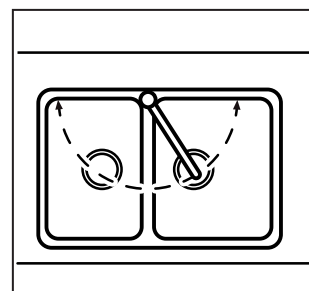

Bild 3
1. Skruva bort låsskruven och dra bort pipen. **Bild 3B1**
2. Skär eller klipp bort önskat antal segment av plastringen. Varje borttaget segment minskar svängradien med 15 grader. **Bild 3B2**
3. Trä på den klippta ringen i spåret på utloppspipen. **Bild 3B3**
4. Sätt tillbaka pipen och se till att urtaget i plastringen ligger mitt för hålet för låsskruven. Tryck ner pipen och samtidigt skruva i låsskruven. Tryck dit täcklocket. **Bild 3B4**